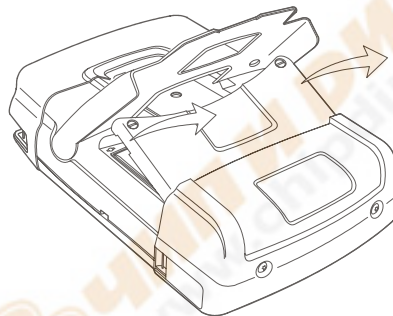

Рис. 4-4. Снятие крышки аккумуляторного отсека
- Поднимите подставку вместе с крышкой отсека и снимите ее (Рис. 4-4).